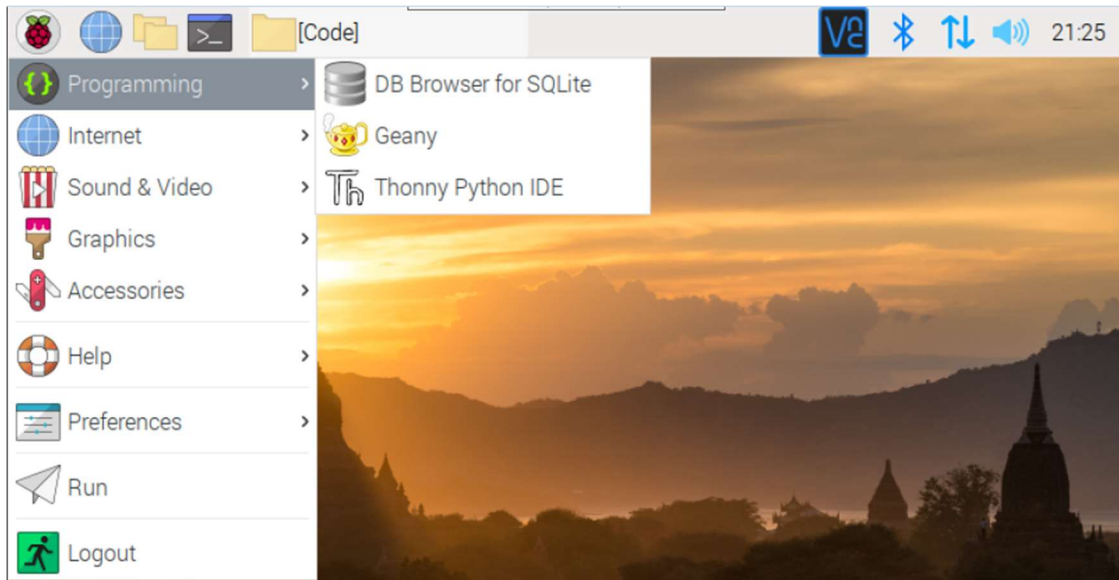

Figure 8. Menu « Programming » dans le système d'exploitation du Raspberry Pi.
2. Pour utiliser le script, vous devez suivre les étapes suivantes. Cliquez sur l'icône de framboise et ensuite Programming > Thonny Python IDE (Figure 8).